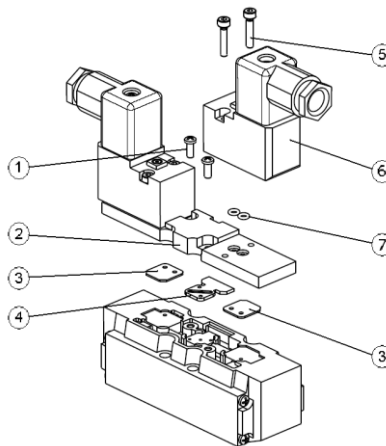

Figura 18
7.2.1 Sustitución de la placa de función (véase la Figura 18)
7.2.2 Sustitución de los sellos (véase la Figura 18)
7.2.3 Sustitución de la válvula de pilotaje (ver figura 18)